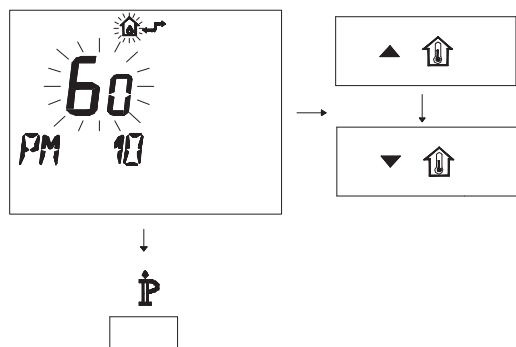

Fig. 5.89
- Per modificare il SET programmato agire sui pulsanti ▲  o ▼  e aspettare che il numero programmato cominci a lampeggiare (Fig. 5.89).